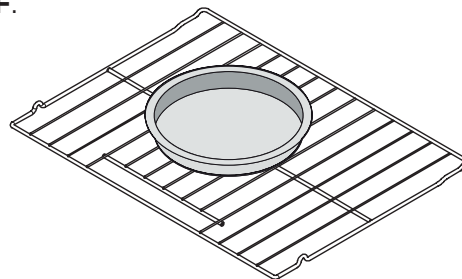

Figure 11: Cuisson sur une seule grille pour aliments prêts à servir
- Placez les aliments comme illustré à la Figure 11.